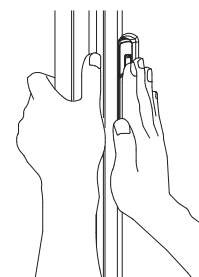

図 3
3. 扉を押さえ、取手を手のひら全体で本体側に押しってください。(図 3)